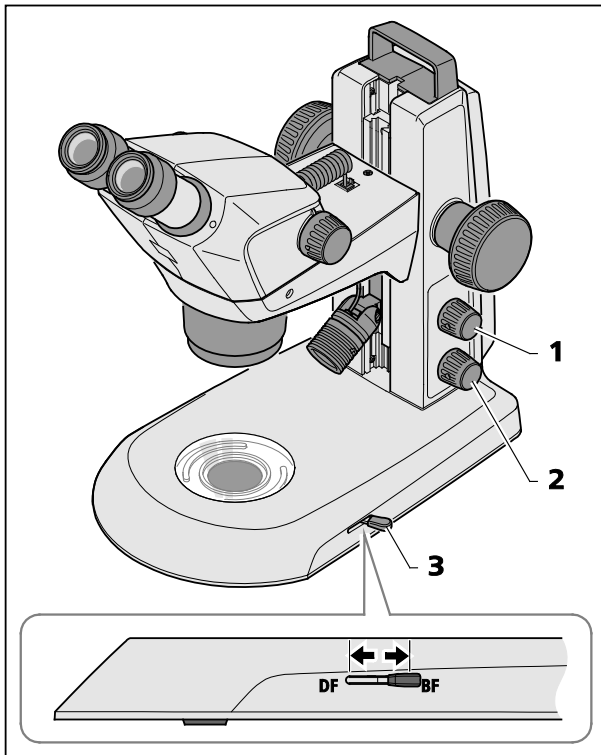

Bild 25 Durchlichtmodul im Stativ K EDU
- Durch Drücken auf den unteren Drehknopf (Bild 25/2) Durchlicht einschalten.
- Durch Verstellen des Hebels (Bild 25/3) zwischen Hellfeld- und Dunkelfeldbeleuchtung umschalten.
- Vordere Stellung: Dunkelfeld (DF)
- Hintere Stellung: Hellfeld (BF)
Durch Drücken des oberen Knopfes (Bild 25/1) kann Auflicht dazu gemischt werden (siehe Kapitel 4.2 auf Seite 24).